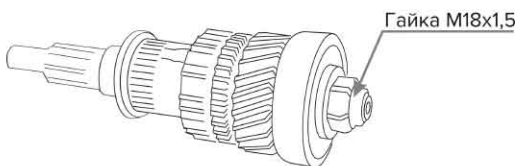

Рис. 4
3. Установите втулку [4], расположив ее упорным буртиком к упорному торцу входного вала. Кольцо [5] ставится со стороны подшипника (см. рис.). Затяните гайку М18х1,5 крепления заднего подшипника ведущего вала моментом 30...35 Н·м и закерните от раскручивания (см. рис. 4)